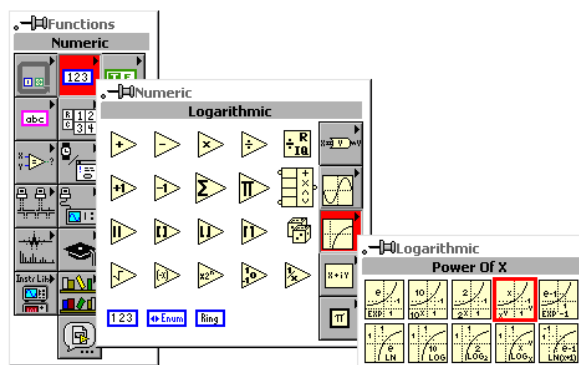

Рисунок 3.10 – Палитра «Логарифм» и «Степень X»
-и через “Logarithmic” («Логарифм») -“Power of X ” («Степень X»)  (смотри рисунок 3.10)